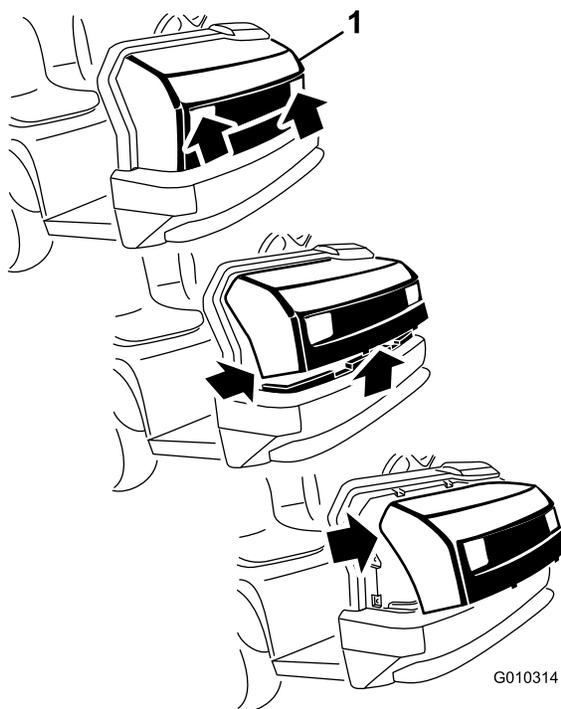

Рисунок 38
1. Удерживая капот в проемах блок-фар, поднимите его вверх, чтобы вывести нижние монтажные лапки из пазов рамы (Рисунок 38).
2. Наклоните низ колпака вверх настолько, чтобы верхние монтажные лапки можно было извлечь из пазов рамы (Рисунок 38).
3. Наклоните верх капота вперед и отсоедините разъемы проводки от фар (Рисунок 38).